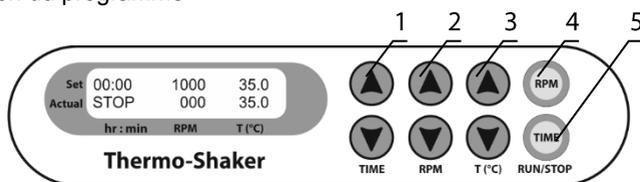

Figure 1. Panneau de commande
- 5.4. **Réglage de la durée (TIME)**. Utilisez les touches ▲ et ▼ (Fig. 1/1) pour programmer l'intervalle de durée de travail souhaitée en heures et en mi-minutes (intervalle d'incrément de 1 min).
- 5.5. **Réglage de la vitesse (RPM)**. À l'aide des touches ▲ et ▼ (Fig. 1/2), programmez la vitesse requise (intervalle d'incrément 10 TPM).
- 5.6. **Réglage de la température (T, °C)**. Utilisez les touches ▲ et ▼ (Fig. 1/3) pour régler la température nécessaire (intervalle d'incrément de 0,1°C).
5.8.3. Appuyez sur la touche **RPM-RUN/STOP** (Fig. 1/4). La plate-forme se mettra à tourner et l'indicateur du minuteur commencera à décompter l'intervalle de temps (précis à 1 minute près).
- 5.10. Le minuteur peut être réinitialisé en cours d'utilisation, si nécessaire. Appuyez une fois sur la touche **TIME-RUN/STOP** (Fig. 1/5) pour arrêter le minuteur. Appuyez de nouveau sur la touche **TIME-RUN/STOP** pour redé-marrez le minuteur.
Attention! Une fois que la durée programmée s'est écoulée, le mouvement de la plate-forme s'arrête automatiquement. En revanche, le chauffage s'arrête uniquement en réduisant la température. Pour cela, utilisez la touche **T (°C) ▼** (Fig. 1/3, touche du bas) jusqu'à ce que l'indication OFF apparaisse dans la ligne supérieure de l'écran.
- 8.7. Les codes d'erreur suivants sont affichés dans le coin inférieur droit de l'affichage (figure 1), accompagnés d'un signal sonore toutes les 8 s. Appuyez sur la touche **RPM RUN/STOP** pour éteindre le signal. Débranchez l'appareil du circuit électrique et contactez Biosan ou votre représentant Biosan local.